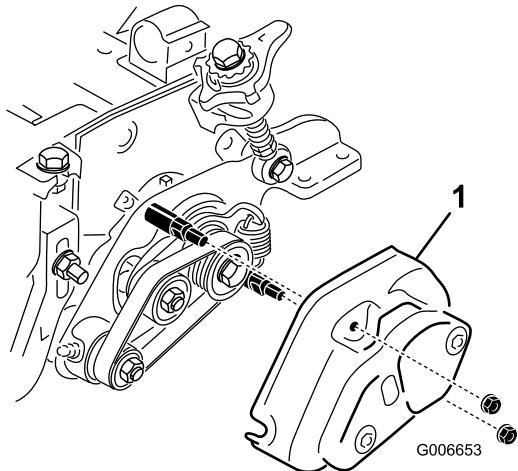

**Figure 50**
- Vérifiez que la cale (Figure 50) entre la plaque de pivot du côté entraînement et la plaque latérale du plateau de coupe n'est pas coincée par le moyeu de pivot. La cale doit pouvoir bouger librement.